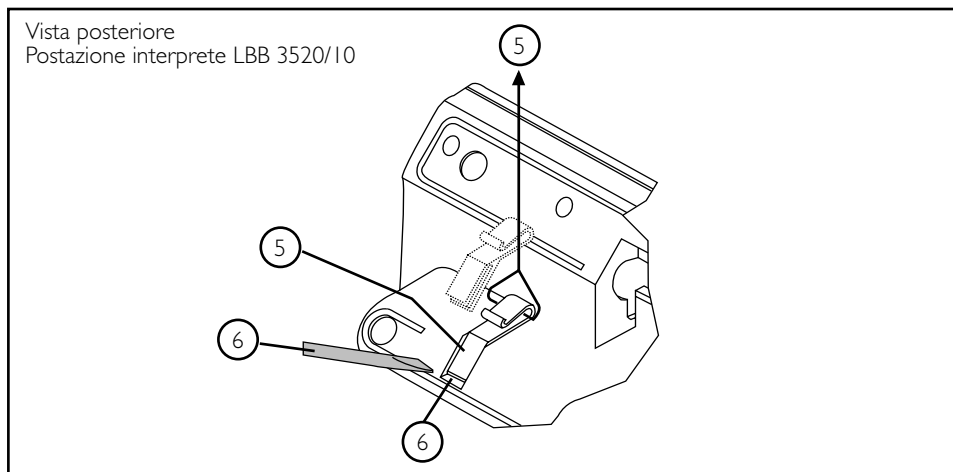

FIG. 3-3 Rimozione guidacavo
3.1.1 Rimozione guidacavo (FIG. 3-3) (Postazione interprete LBB 3520/10)